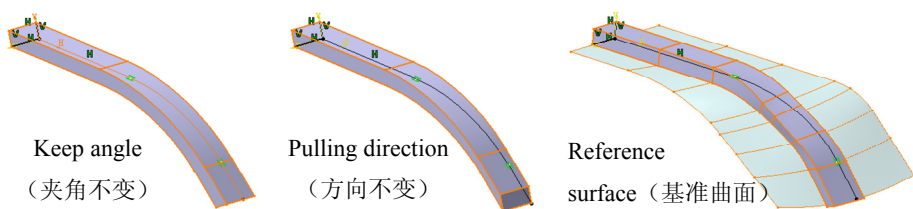

图 3-31
- **Reference surface** (基准曲面): 控制轮廓所在平面的法线方向始终和指定的参考曲面夹角保持大小不变。这个指定方向可以通过 **Selection** (选择) 项定义, 如图 3-31 所示。